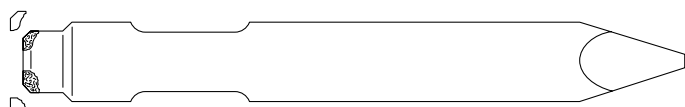

рис. 1
■ Поломка в области крепления пальцев инструмента.(рис. 1 и 2)